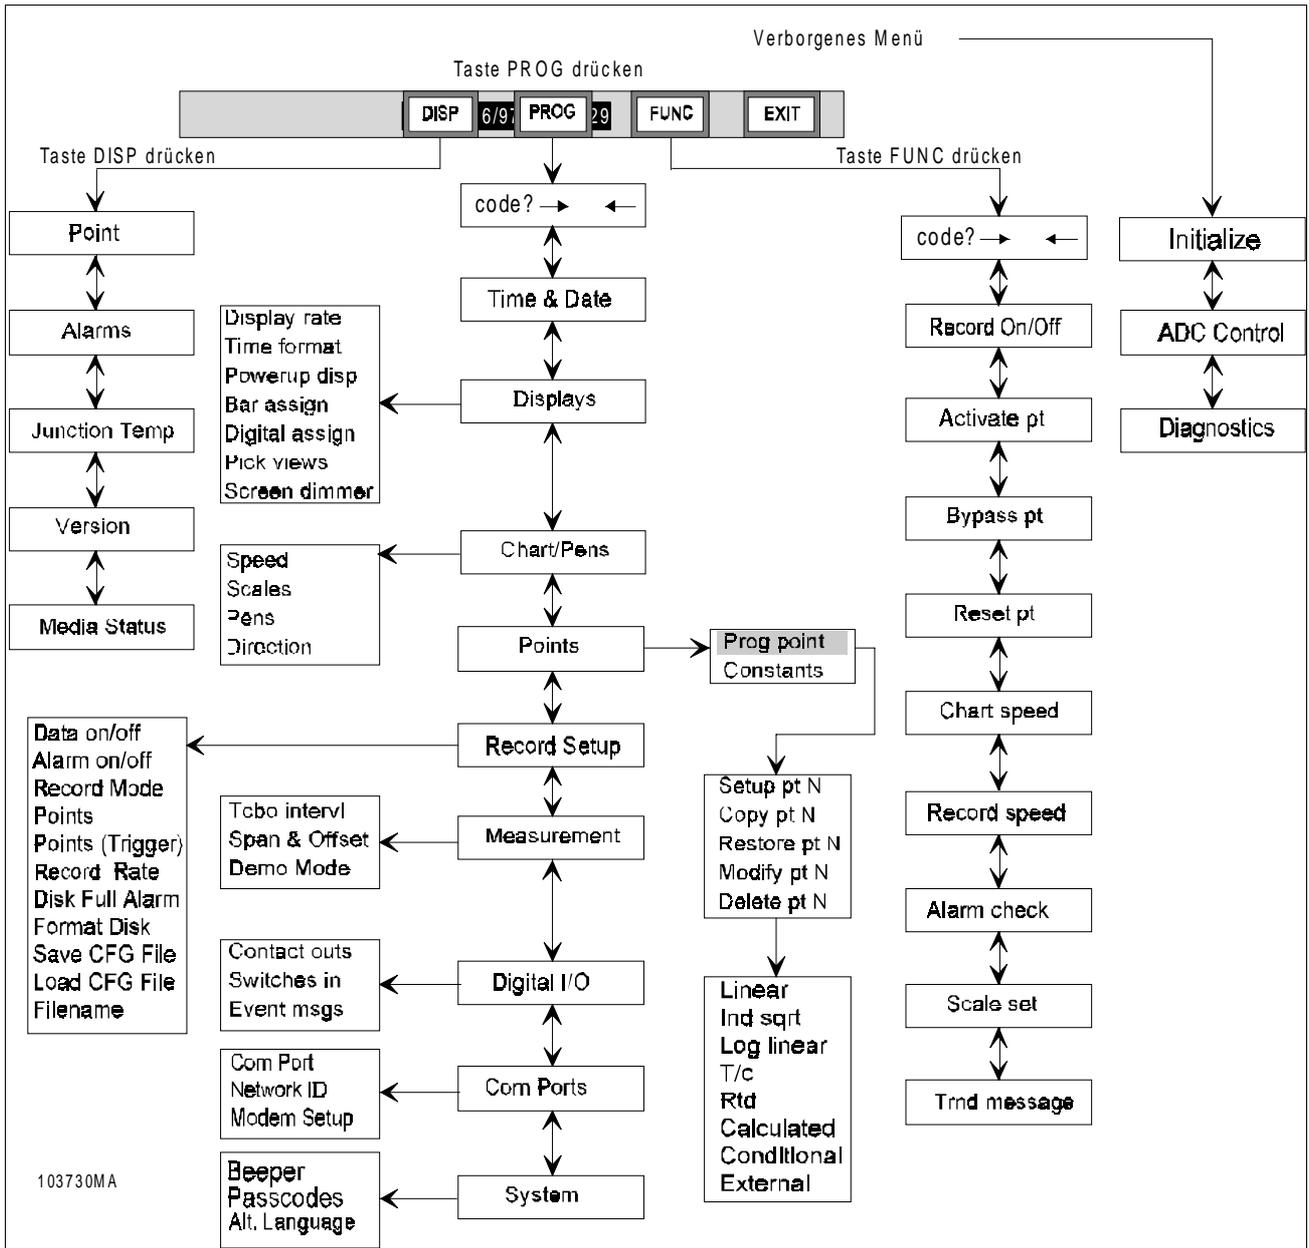

Bild 4-1 Ablaufdiagramm Allgemeine Parametrierung
Zur allgemeinen Parametrierung des Schreibers und zum Ablaufdiagramm der Menüs siehe Bild 4-1. Zur Beschreibung des Anzeige- und des Funktionsmenüs siehe Kapitel 3.
4.2.1 Allgemeines. Kanäle werden über das in Bild 4-1 gezeigte Parametrieremenü eingerichtet. Über die Taste **MENU** rechts auf der Standardtastenleiste und einen Druck auf **PROG** wird der Parametriermodus aufgerufen.